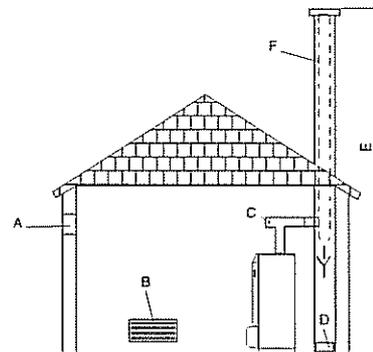

Fig. 1a: Ventilation de la chaufferie et de raccordement à la cheminée des modèles S et M
La chaufferie doit être équipée d'une ventilation basse et d'une ventilation haute selon la fig.1a.
2.2.1 RACCORDEMENT CHEMINÉE (chaudières types: B23) - fig 1a